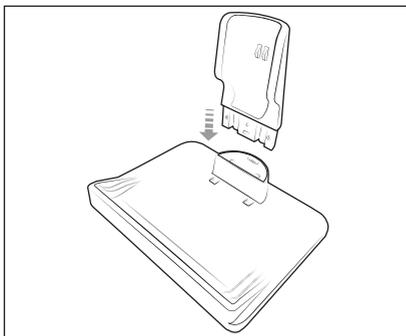

Fig. 2
- 1) Unire le due parti della stazione di carica **9** (vedere fig. 2).